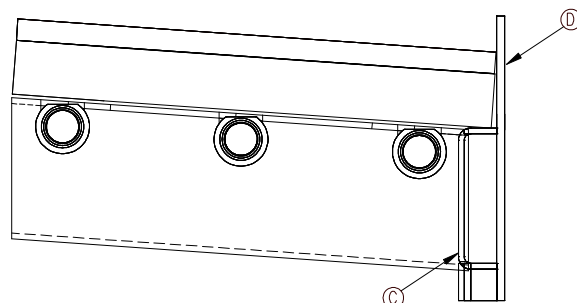

Figure 3.4b
2. Déposez-les, tout en les maintenant en place, sur le conduit d'air horizontal arrière (C) tel qu'illustré à la figure 3.4b. Il convient ensuite de les pousser vers le fond et vers les côtés pour qu'ils reposent sur le dos de la chambre à combustion (D) et sur les conduits d'air latéraux.